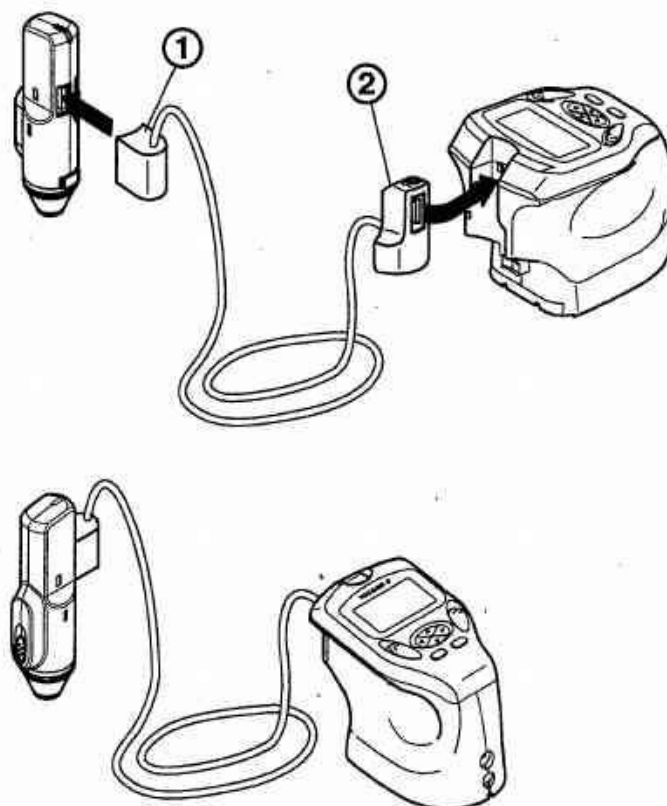

図2.3.1
- 【手順2】 図2.3.1の①をセンサ部のコネクタに接続します。
- 【手順3】 図2.3.1の②を本体前面のコネクタに接続します。接続後電源を投入し正常に動作することを確認してください。